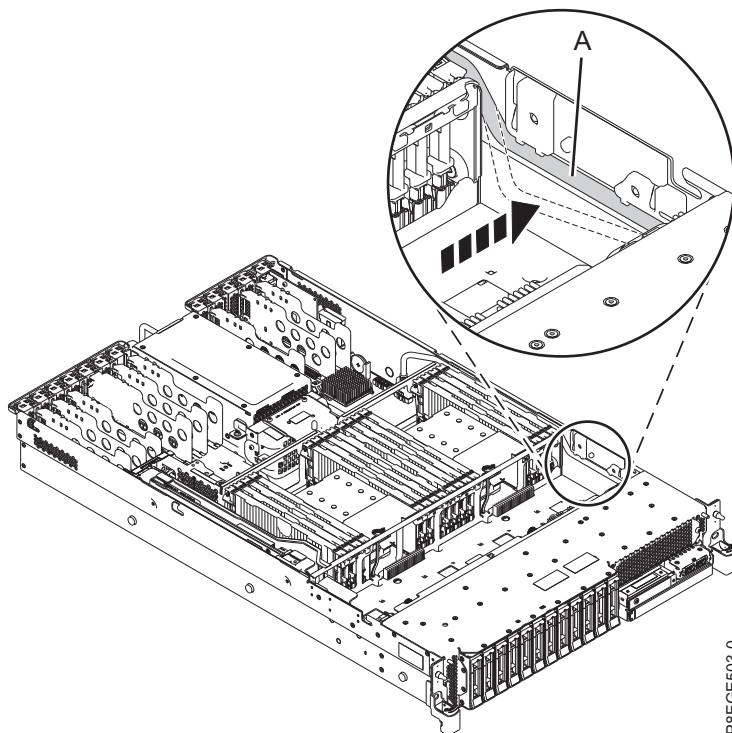

Figura 5. Instalación del cable USB frontal en el canal del cable
5. Empuje el cable USB frontal (A) en el canal del cable, como se muestra en la Figura 5.